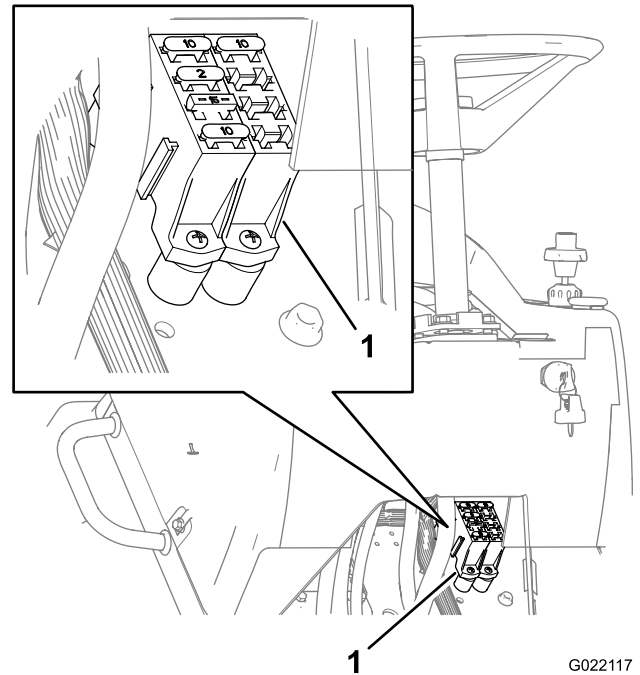

Figura 62
3. Sustituya el fusible abierto (quemado) del bloque de fusibles con un fusible nuevo con un amperaje equivalente (Figura 62).